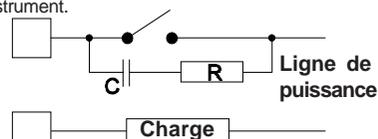

Fig. 9 CONTACT EXTERIEUR MONTE EN SERIE SUR LE CONTACT DE SORTIE DE L'INSTRUMENT
En de tels cas, nous recommandons de raccorder un filtre RC en parallèle avec le contact extérieur suivant les indications fig.9. Les valeurs de la capacité (C) et de la résistance (R) sont indiquées au tableau suivant.